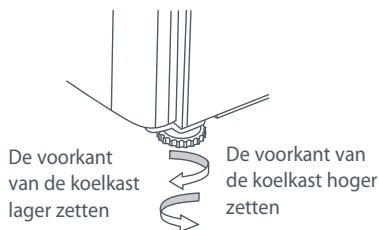

Fig.9 Voeten van koelkast
- C** Draai de voorste voeten uit totdat de koelkast achterover leunt en de voorkant circa 10 mm hoger staat dan de achterkant. Zo zal de deur goed sluiten. (Zie Fig.9).